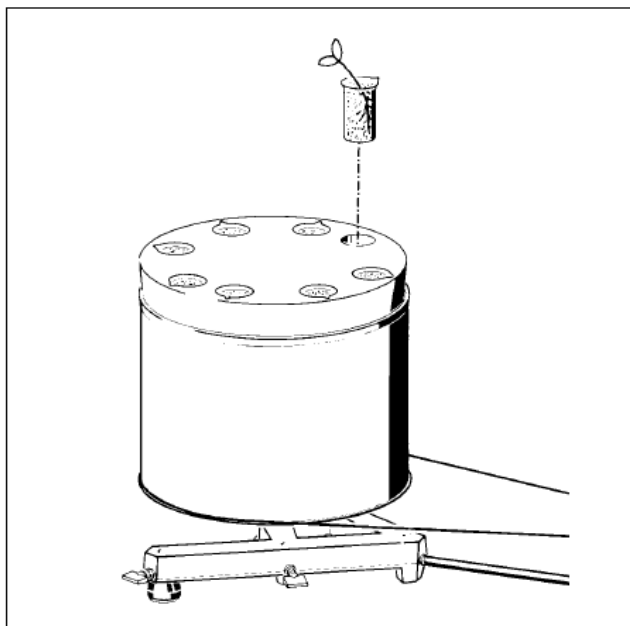

Abb. 4
4.2 Auswirkung von Massenbeschleunigungen auf Pflanzen (Abb. 4)